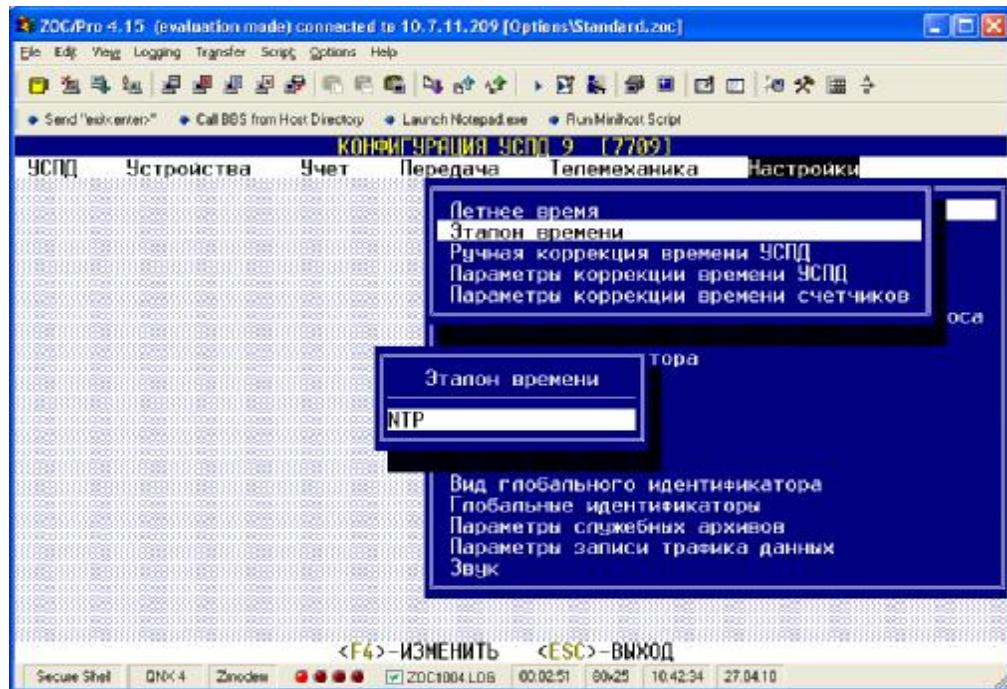

Рисунок 12
6.4.2.6. Перейти к окну «Конфигурация» => «Справочники»=> «Эталон времени». Выбрать позицию «NTP» (рисунок 12).